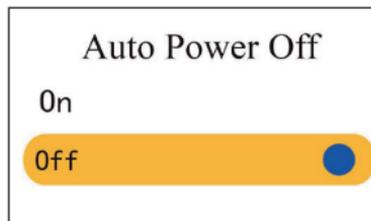

Figura 4.10D Impostazione spegnimento automatico
- **Spegnimento automatico:** Per accendere/spegnere la modalità spegnimento automatico; l'impostazione predefinita è su "Acceso", come mostrato nella figura 4.10D.